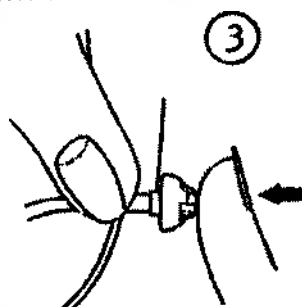

Рисунок 25 – Закрепление нового колпачка
- поместить новый колпачок на место заменяемого колпачка (рисунок 25);